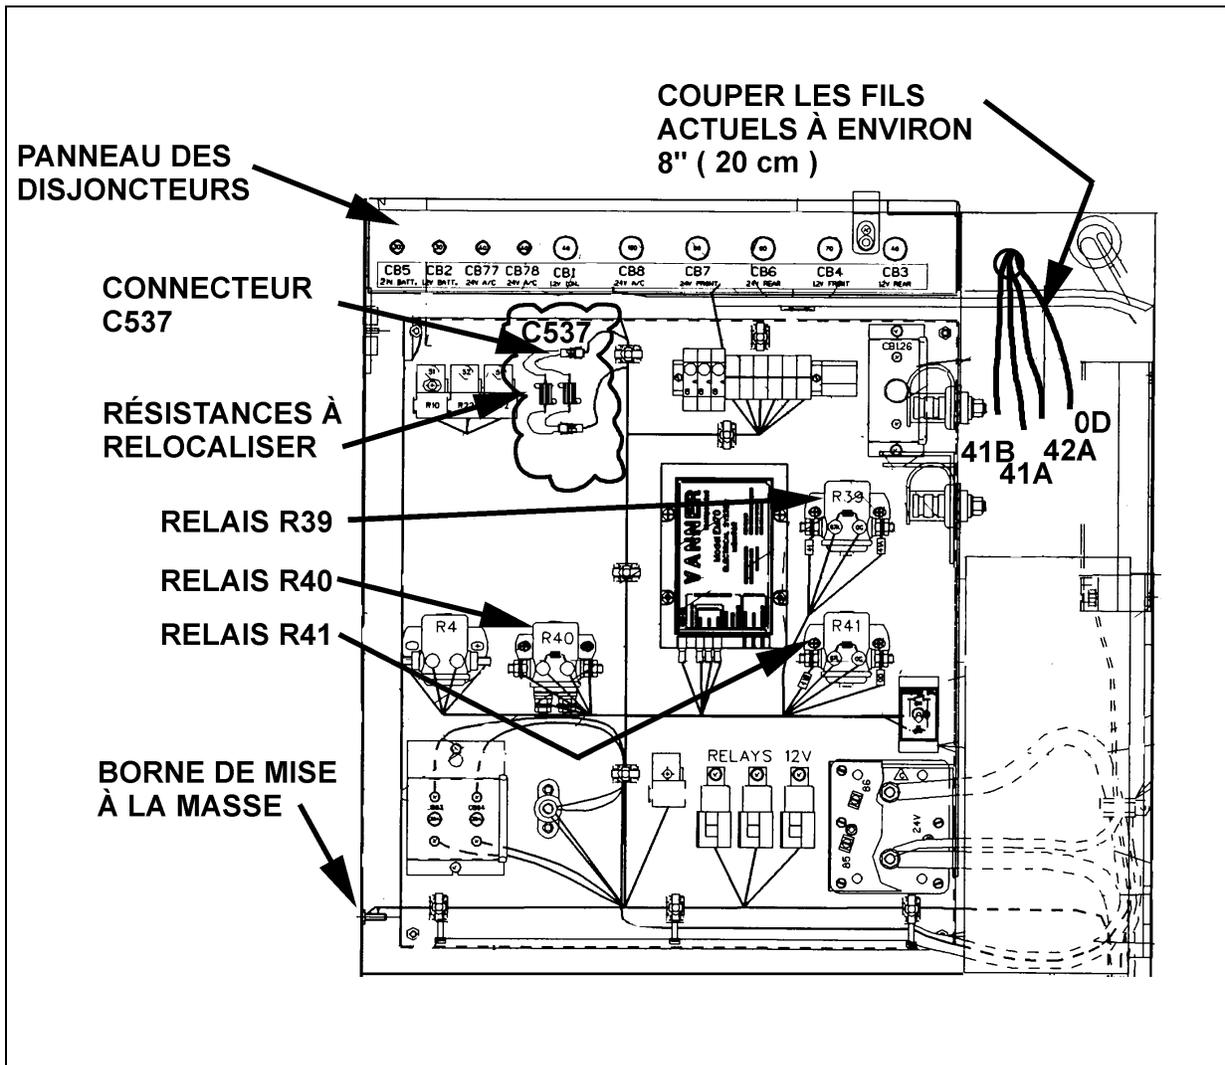

Figure 6 : vue du compartiment principal d'alimentation
3. Localiser dans le coin supérieur droit au fond du compartiment, un faisceau de 4 fils dans du ruban électrique. Ces fils provenant du compartiment du condenseur sont identifiés 41A (rouge), 41B (rouge), 42A (rouge) et 0D (noir) (figure 6).
4. Couper ces fils en laissant une longueur de 8" (20 cm) environ (figure 6).